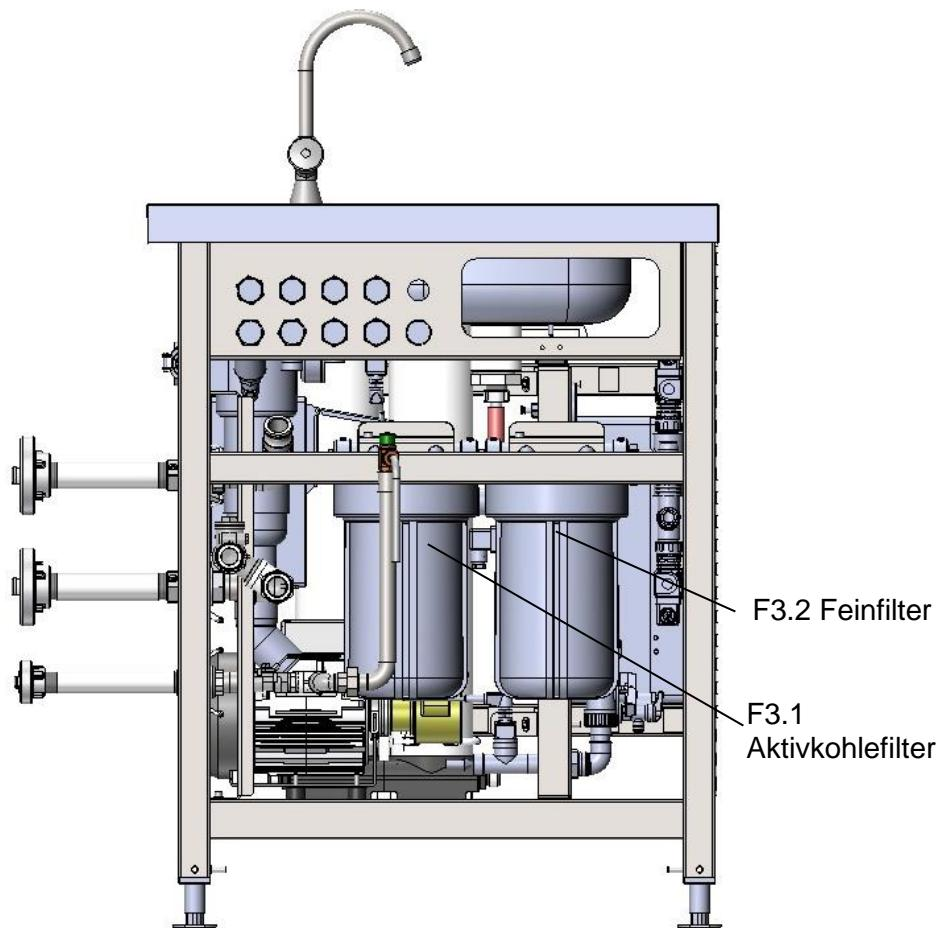

Abb. 10: Filtergehäuse Aktivkohlefilter F3.1 und Feinfilter F3.2
- f) Schrauben Sie die Filtertasse F3.1 (siehe Abb. 10:) des Aktivkohlefilters auf.